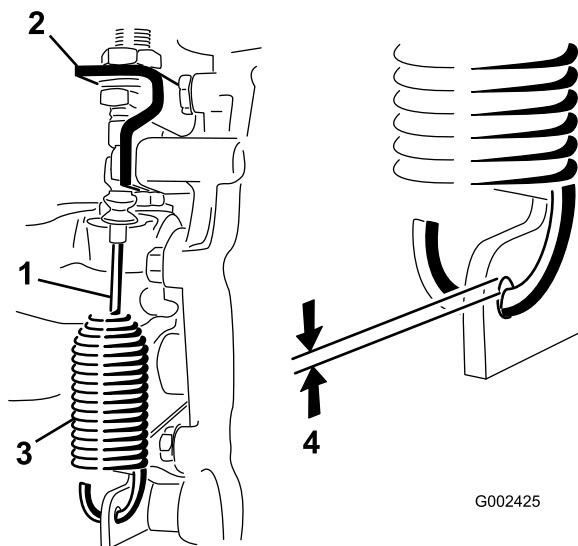

Figura 49
2. Afloje las contratueras que sujetan el cable de bloqueo del diferencial al soporte del transeje (Figura 49).